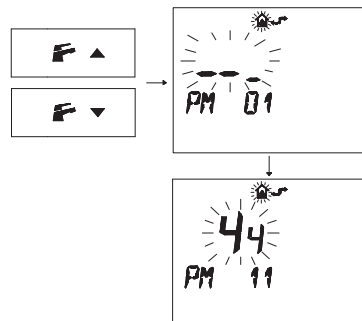

Figura 5.39
- Pulse los botones **F** y **▲** o **F** y **▼** para visualizar la programación "**PM11**" de la postcirculación de la bomba (Figura 5.39).